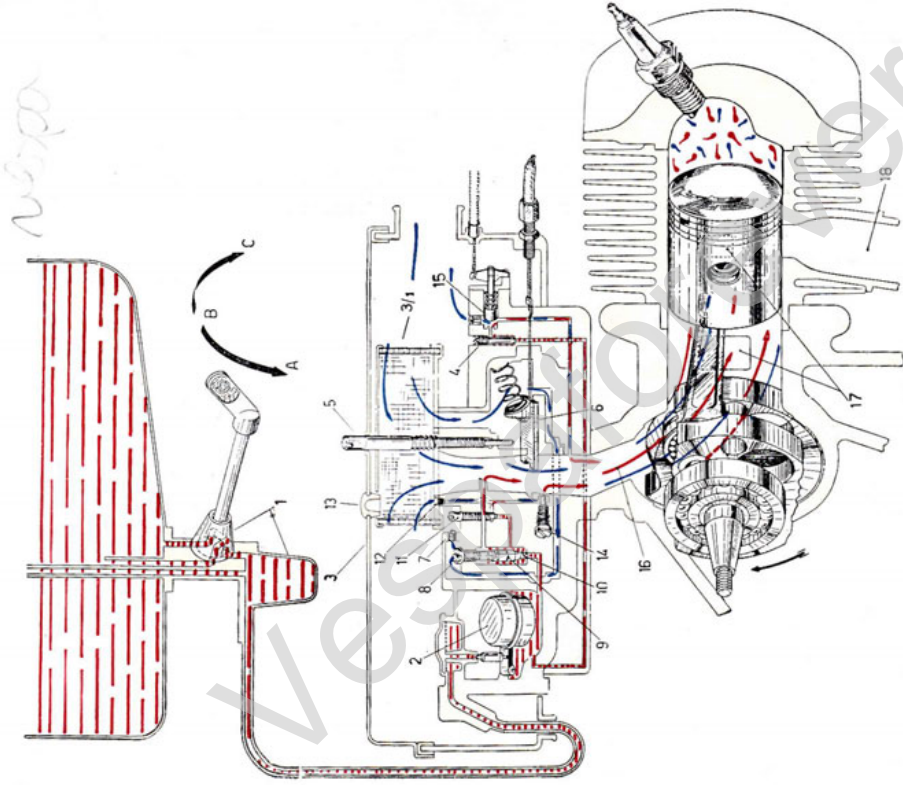

Fig. 9 - Schema dell'alimentazione e distribuzione
Per regolare il minimo, avvitare o svitare la vite zigrinata uscente dal coperchio del depuratore (fig. 9, n. 5).
- Sulla parete opposta al suddetto registro il depuratore ha un foro con tappo; smontato quest'ultimo si può accedere alla vite con molla che parzializza il condotto del minimo (fig. 9, n. 14). Per non influire sul funzionamento del motore ai bassi regimi, **non è consigliabile per il cliente** modificare la posizione di detta vite; in caso di necessità, rivolgersi alle Officine autorizzate.